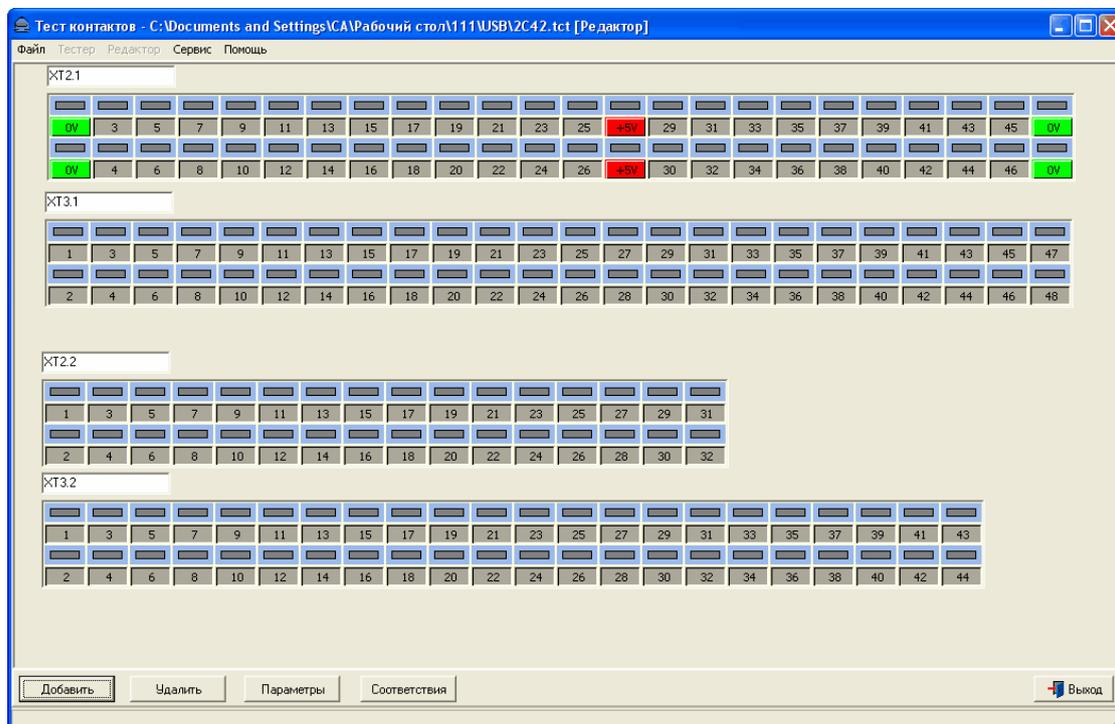

Рис. 1
- Главное окно программы при работе в режиме редактора (рис. 1) включает в себя: